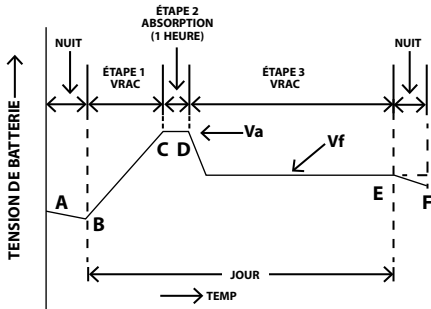

Fig.4.2A. Algorithme de charge normale
2. Pour les raisons expliquées à la Fig. 4.2A / 4.2B, il est supposé qu'il n'y a pas de charge sur la batterie pendant la journée quand le chargement est en cours. Il y a une petite charge pour allumage au soir, qui est FERMÉ quand il fait jour.
- Acide au plomb - Charge normale (Fig 4.2A):** Cet algorithme est utilisé pour le chargement normal de tous les jours. Le chargement est séquentiel: Étape 1: Étape de Masse (Un Cycle de Service de 100% qui est équivalent au Courant Constant) → Étape 2: Étape d'Absorption - charge à tension constante pendant 1 heure → Étape 3: Étape de Maintien (Très Faible Cycle de Service de 0% à < 10% qui est équivalent à la Tension Constante).
- Chargement de la batterie au lithium (Fig 4.2A):** Cet algorithme est utilisé pour la charge quotidienne normale des batteries au lithium conçues pour les remplacements au plomb-acide. La charge est séquentielle: Étape 1: Étape de masse - Sortie de courant constant jusqu'à ce que la tension atteigne le point de consigne de tension d'absorption. Étape 2: Étape d'absorption - Charge à tension constante pendant 30 minutes. Étape 3: Étape flottante - Charge à tension constante.
Veuillez référer à la Fig 4.2A